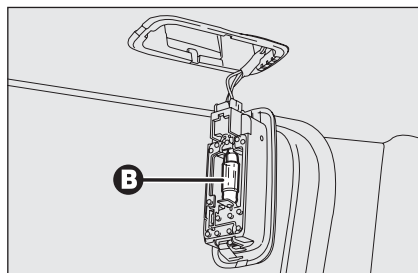

fig. 45
- ☐ sustituya la lámpara **B-fig. 45** separándola de los contactos laterales y asegúrese de que la lámpara nueva quede bloqueada correctamente entre los mismos contactos.